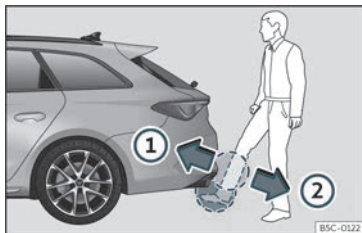

Fig. 88 Porta da bagageira com abertura controlada por sensor (Easy Open)
- » **Fig. 88 ①.**
- » **Fig. 88 ②.** A porta da bagageira abre-se automaticamente.